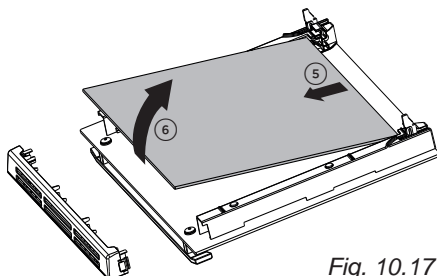

Fig. 10.17
- Sollevare ed estrarre delicatamente il vetro intermedio sganciandolo dagli incavi di aggancio inferiori (fig. 10.17).